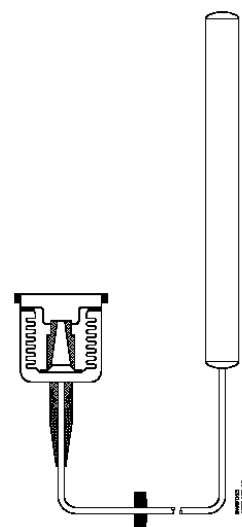

Рис. 3
3. Сенсор в герметично закрытом термостатическом элементе (Рис. 3);